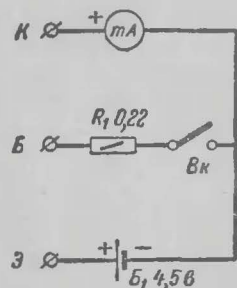

Рис. 25. Схема прибора для проверки транзисторов.
**Прибор для проверки транзисторов.** Прибор позволяет производить измерение величины сквозного тока коллектора  $I_{к.о}$  (при разомкнутой базе) и коэффициента усиления  $\beta$ . Схема прибора приведена на рис. 25. При этом в качестве измерителя можно использовать миллиамперметр со шкалой 5—10 ма либо авометр, включенный как миллиамперметр.